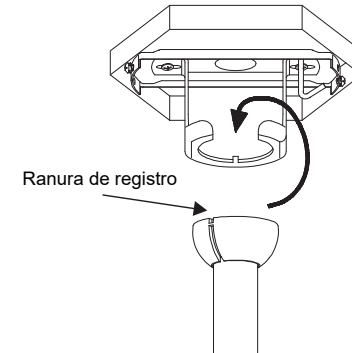

Fig. 7
**Paso 7.** Coloque la bola del vástago de extensión en el casquillo del montaje colgante (**Fig 7**).
Gire el ensamblaje completo hasta que la “pestaña de verificación” haya caído en la “ranura de registro” y se haya asentado con firmeza. (**Fig. 7**)